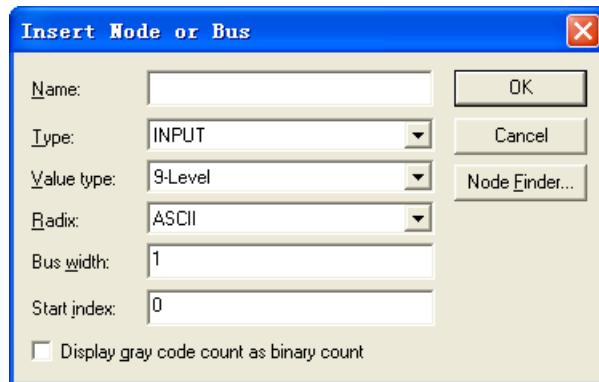

图 4-21 添加结点到波形图
16. 将要仿真的输入/输出等电路结点加入到波形中来。用 Edit->Insert->Insert Node or Bus 菜单如图所示。如图 4-21。